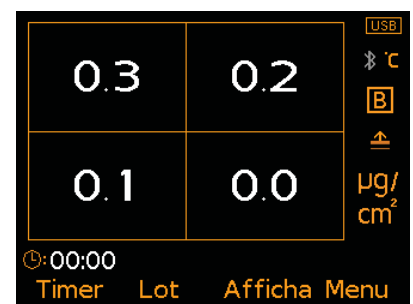

Fig. 2: Mesures x4
- **Mesures x 4 (Fig. 2)** : la zone de mesure est divisée en quatre quadrants de taille d'un Patch de Bresle et l'écran affiche simultanément quatre mesures équivalentes Bresle ou Elcometer 130.